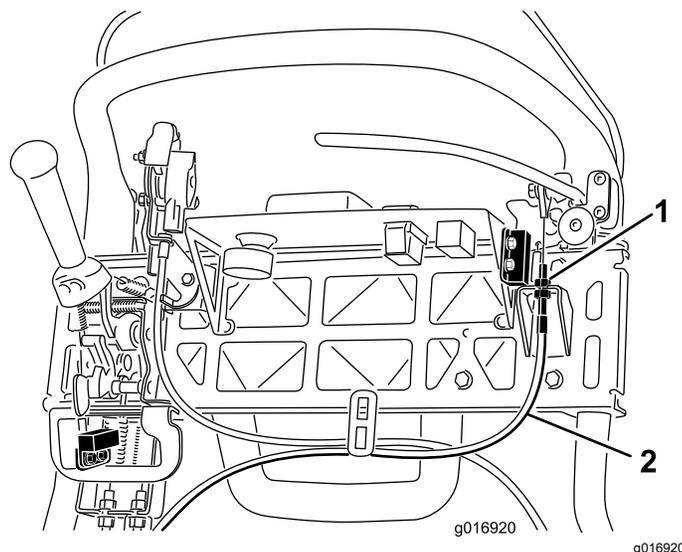

Figura 44
3. Para aumentar tensão do cabo, desaperte a porca de bloqueio do cabo superior e aperte a porca de bloqueio do cabo inferior (Figura 44) até que seja obtida uma força de 156 N aplicada na pega da alavanca do travão, necessária para libertar o trinco do travão de estacionamento. Não ajuste demasiado ou poderá prender o travão de estacionamento.